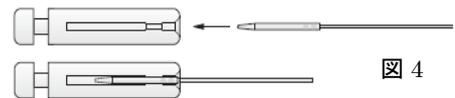

図 4
- ・ ハートワイヤーをペースメーカー又は専用延長ケーブルと直ちに接続しない場合は、接続ピンを付属の保護キャップで保護すること。 (図 4)